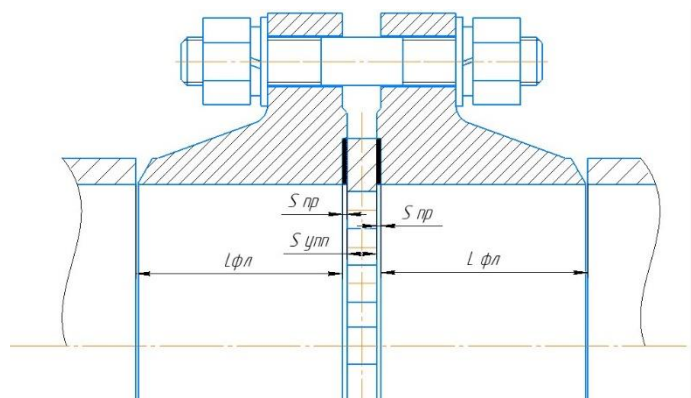

Рисунок 2.6 – Монтаж УФП
3. Вырезать участок трубопровода длиной (рисунок 2.6) $L_{\text{уч}} = S_{\text{УФП}} + 2 \cdot S_{\text{пр}} + 2 \cdot L_{\text{фл}}$: